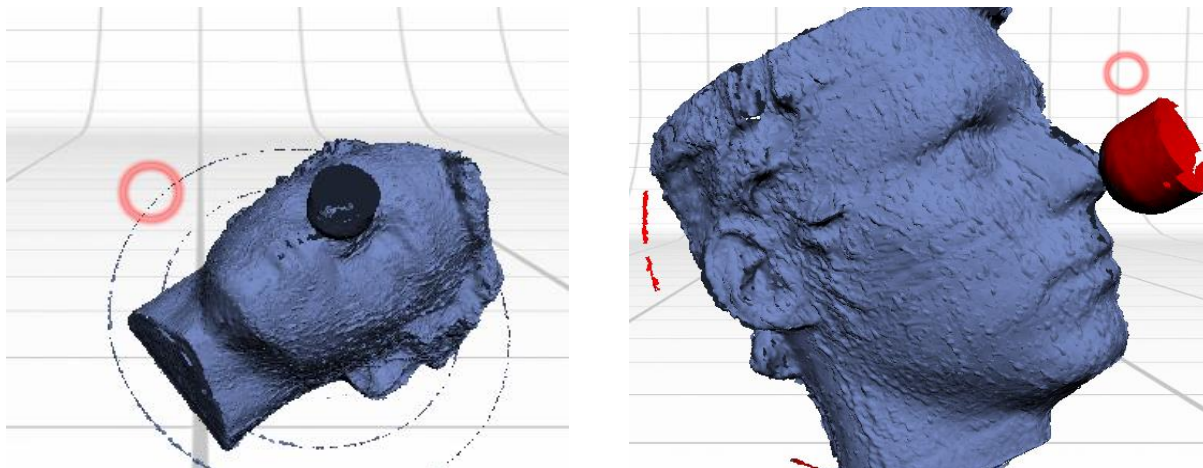

Figura 30. Eliminando bordes de imagen alineada.
17. Se eliminan las superficies o anomalías que no corresponden al modelo real con la opción **TRIM** (cortar) en la barra de herramientas como se muestra en la figura 30.